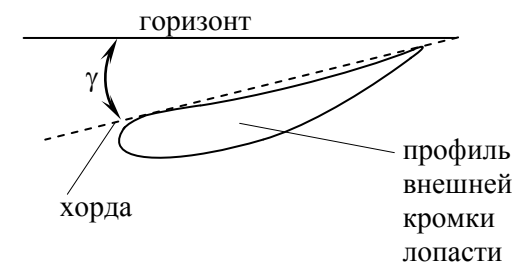

Рисунок 3
- при помощи электронного угломера выставить углы атаки лопастей. Углом атаки (γ) считается угол между горизонтом и хордой профиля на *внешней кромке лопасти* (рис. 3). Допустимое расхождение между углами атаки лопастей $\pm 0,2^\circ$;
- после установки угла атаки затянуть болты (3), момент затяжки $M=170...190 \text{ Н}\cdot\text{м}$.